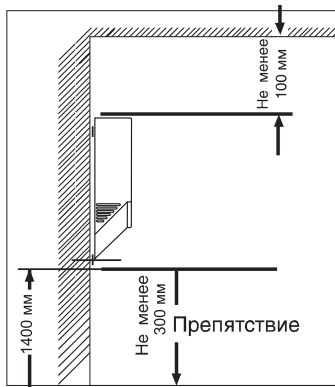

Рис. 2
- Используя рекомендуемые высоты и параметры установки, отметьте положение электросушителя на стене (рис. 2).